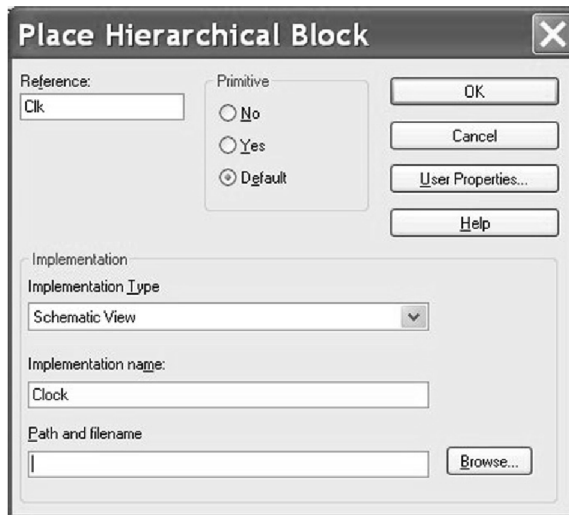

图 20.46 建立层模块
9. 打开顶层的 Digital Counter 原理图。选择菜单 **Place > Hierarchical Block** 在原理图中放置层模块，然后按照如图 20.46 所示对其进行设置，并且保持 Path and filename 空白。单击 OK 按钮进行确定，然后在原理图中绘制矩形方框。层模块的 VCC 和 clk 引脚如图 20.40 所示。如果层模块中未出现引脚，双击层模块打开属性编辑器，检查 Implementation 名称是否确实为 clock。